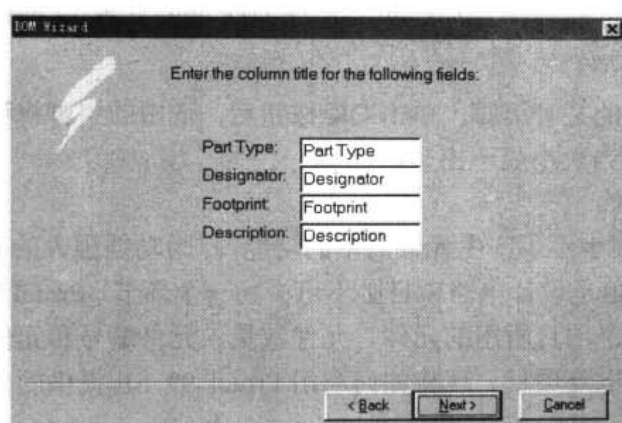
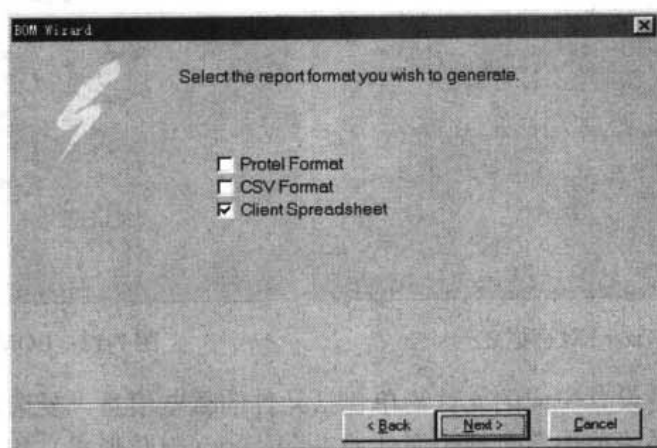

图 7-13 BOM Wizard 对话框之三
图 7-14 BOM Wizard 对话框之四
- (4) 设置好清单内容, 单击 Next 按钮后, 进入向导的下一步。此时系统弹出如图 7-13 所示的对话框。
- (5) 如果在第(2)步选择了 Field 1~Field 4，系统还将弹出一个与图 7-13 类似的对话框，可输入 Field 1~Field 4 栏目的标题。如果使用的是默认设置，系统会直接出现如图 7-14 所示的对话框。